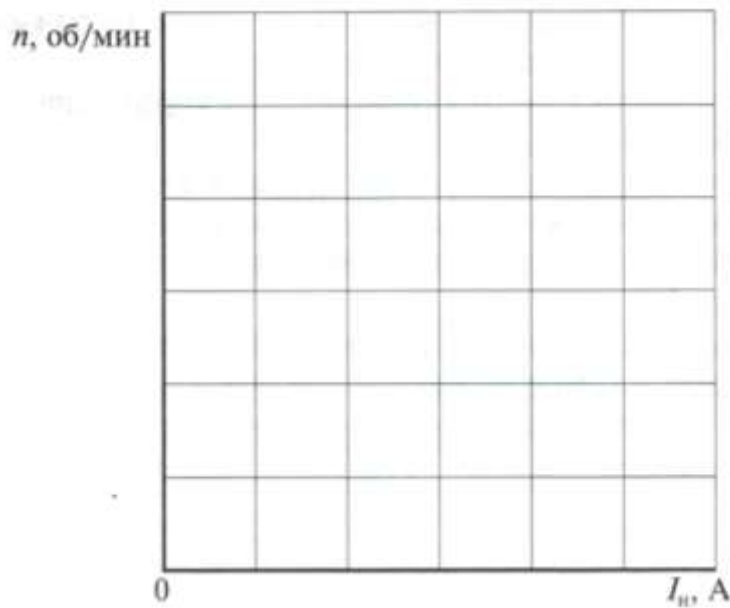

Рис. 10.2 Механическая характеристика асинхронного двигателя
1. Собрать левую часть схемы в соответствии с рис.10.1, для чего соединить соответствующим кабелем разъемы стенда и платформы с электрическими машинами. С помощью проводов со штекерами включить АД в схему, придерживаясь обозначений концов обмоток. Обмотки статора двигателя соединить «звездой». Подключить миллиамперметр к обмотке статора АД, а вольтметр – к выходным зажимам тахогенератора (ТГ) в соответствии с рис. 10.2. подвести питание от трехфазной сети.
3. Дополнительное задание. На основании данных таблицы 10.2 построить на рис. 10.2 механическую характеристику АД $n = f(I_n)$. определить скольжение при номинальной нагрузке $S_{ном}$. Результат занести в протокол испытаний.